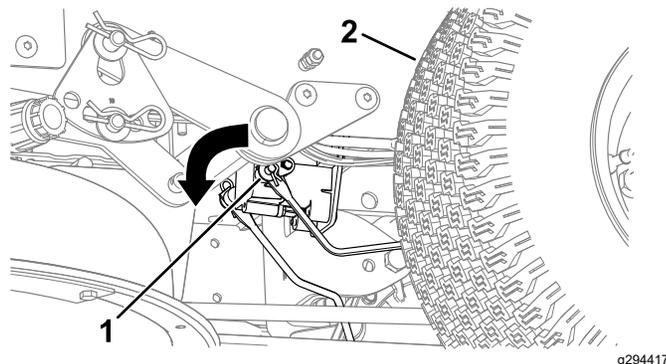

Figura 54
3. Localice el eje del freno eléctrico al que están conectados los brazos de enganche de los frenos (Figura 54).